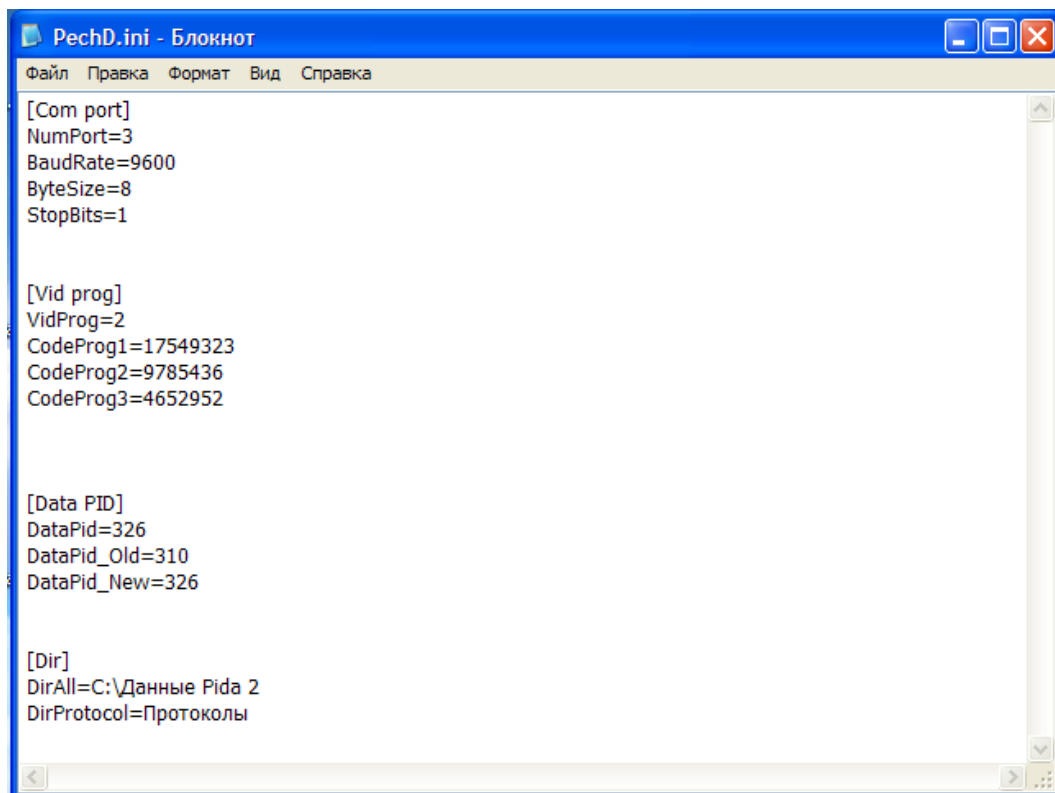

Рис. 2
- 3.2.2 Откройте файл “PechD.ini” и проверьте совпадение номеров портов в файле в строке NumPort и диспетчере устройств. (рис. 2).